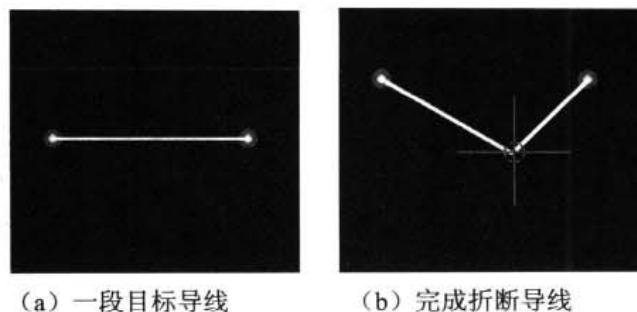

图 10-55 折断导线
- Break Track：折断导线。该命令与 Re-Route 类似，不同之处在于该命令仅将导线分为两段，如图 10-55 所示。